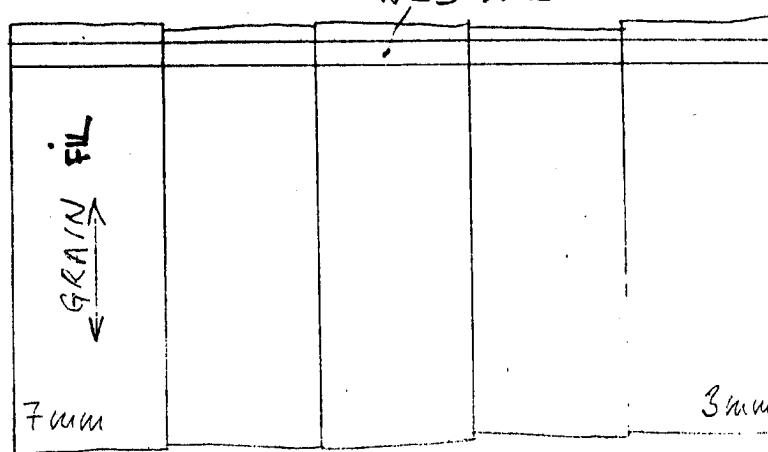

FIG. 1
- COLLER SUR CHAMPS DES SEGMENTS DE PLANCHE BALSA DE MANIÈRS A OBTENIR UNE PLANCHE DE 50 CM X 20 CM FIL EN TRAVERS - PONÇER LES JOINTS - ENSUITE PONÇER L'ENSEMBLE POUR AVOIR 7 MM D'ÉPAISSEUR À UNE EXTREMITÉ, ET 3 MM À L'AUTRE (VOIR FIGURE 1) - ÇA FERA L'AFFAIRE POUR QUELQUES PAIRES D'AILES !